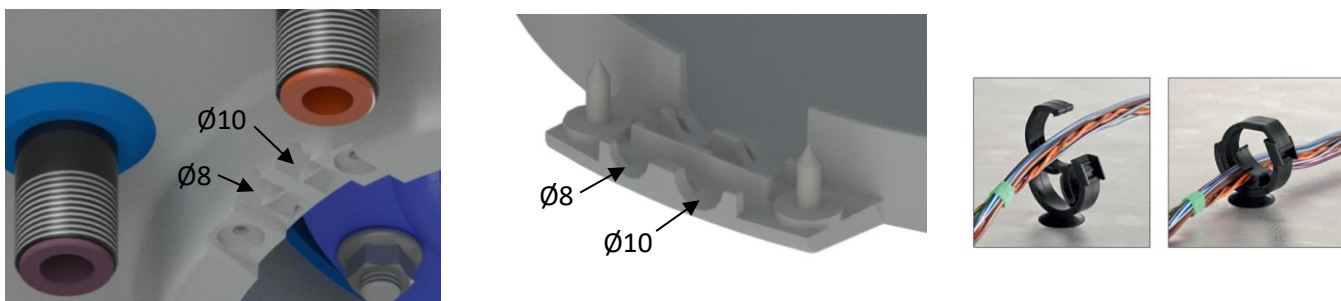
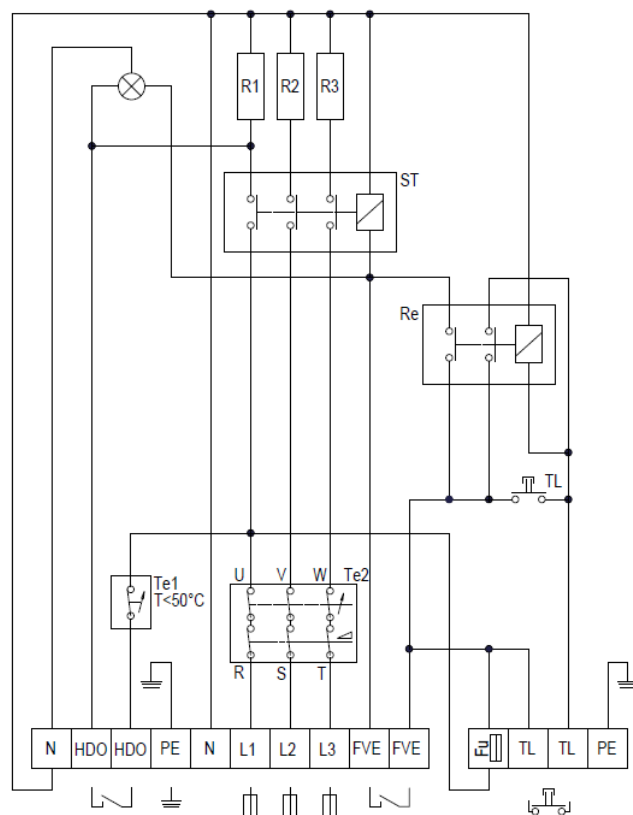

Рисунок 6
Рисунок 7
Подключение выполните согласно приложенной схеме. Подключение, выполненное на заводе, запрещено менять! (Рисунок 7) В крышке электропроводки снимите перегородку, соответствующую диаметру подводящего провода $\varnothing 8$ или $\varnothing 10$ (Рисунок 6). Степень защиты электрических компонентов водонагревателя - IP 44. Потребляемая мощность электрического нагревательного элемента 3x2200 Вт. Для крепления приводного кабеля используйте установленные держатели.
- Схема эл. подключения прилагается к водонагревателю на крышке электропроводки (Рисунок 7).